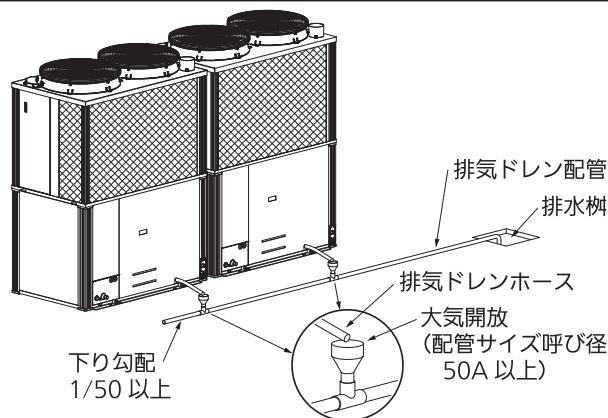

図 12：排気ドレンを排水樹に接続する場合
- 室外ユニットの排気ドレンをふたのある排水桟、溝等に接続する場合や、同一箇所に排出する場合は、図 12 のように排気ドレン中の排気ガスを大気に放出する配管仕様にしてください。（受側配管の口径は、呼び径 50A 以上としてください。）排気ガスが建物内、室内外ユニットに流入し、中毒や機器腐食などの原因になります。
- ドレン配管は 1/50 以上の下り勾配とし、口径を縮管しないでください（図 12,13）。また、配管の途中にトラップや山越えを作らないようにしてください。